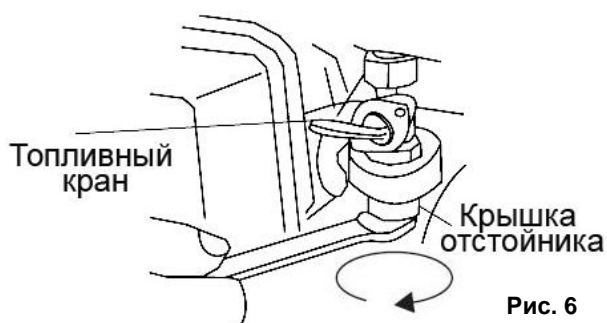

Рис. 6
- Заверните сливную пробку (2) (См. Рис.6).
- Очистите и продуйте фильтр сжатым воздухом и установите его обратно (См. Рис.6).